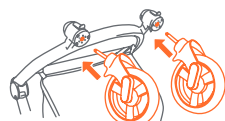

Fig. 1c
- Inclina el carrito hacia atrás y empuje cada montaje de la rueda delantera hacia la arandela de la rueda delantera hasta que se traben (Fig. 1c).